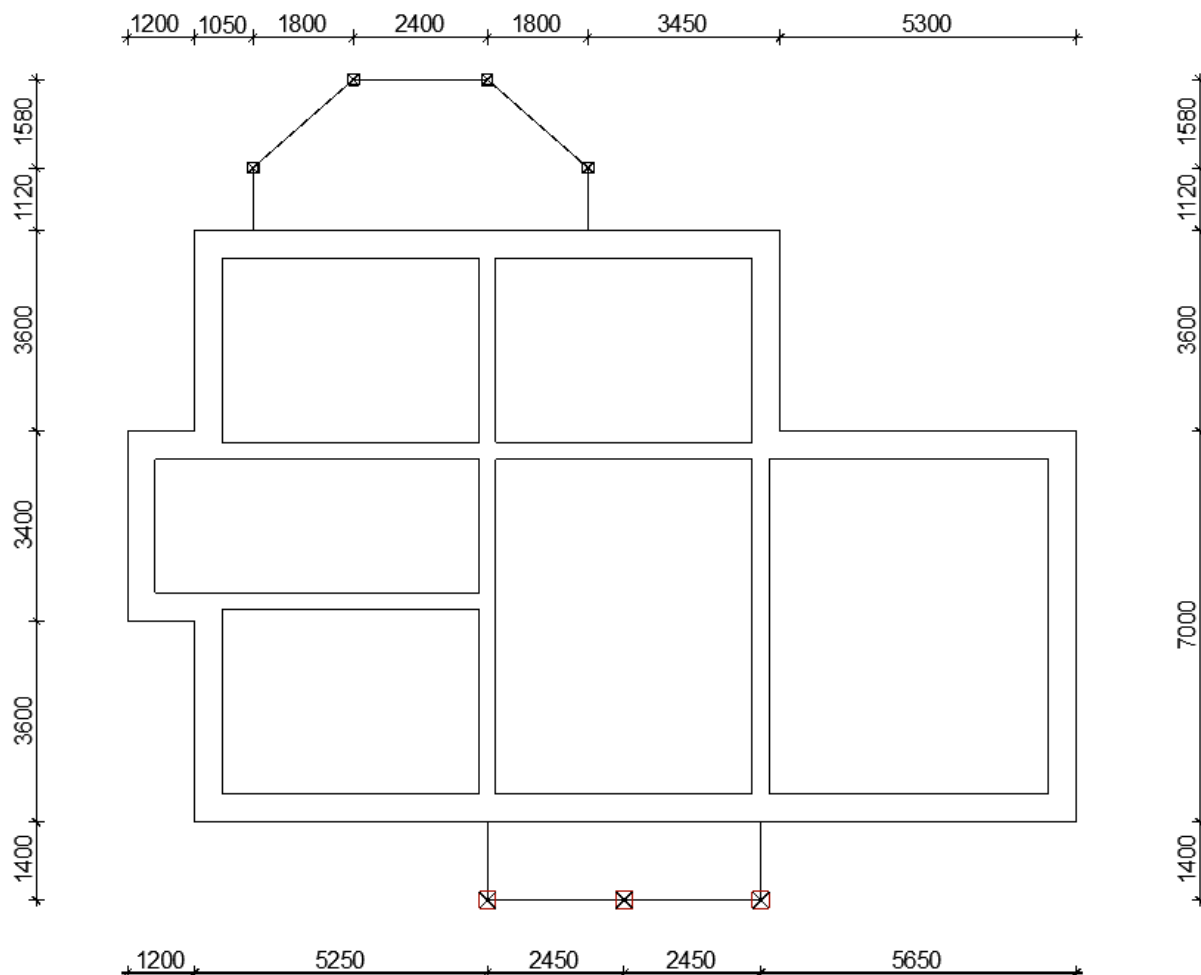

Рис. 2.2
*Назначение шагов сетки.* Прежде чем строить план этажа, необходимо сформировать сетку осей. План состоит из двух типов несущих стен: наружных и внутренних, а также из несущих колонн (рис. 2.2).